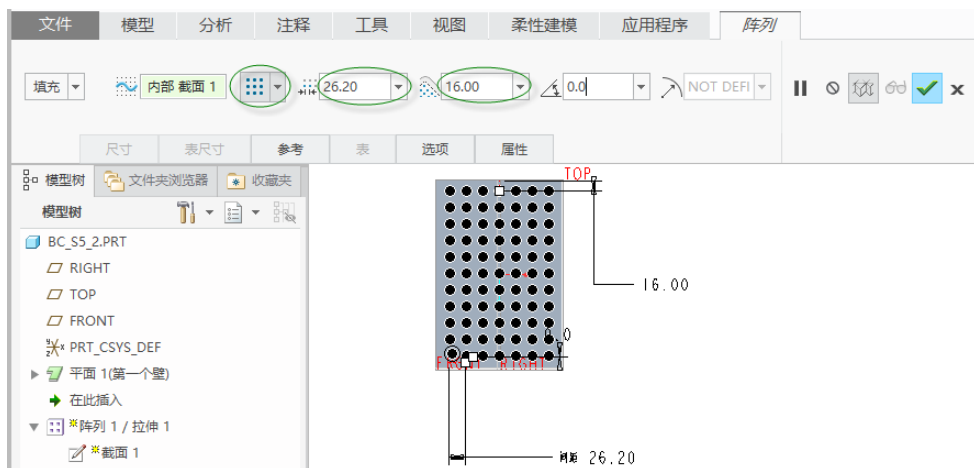

图 5-18 设置填充参数
(5) 在“阵列”选项卡上，选择（以方形阵列分隔各成员）图标选项，设置的参数如图 5-18 所示。